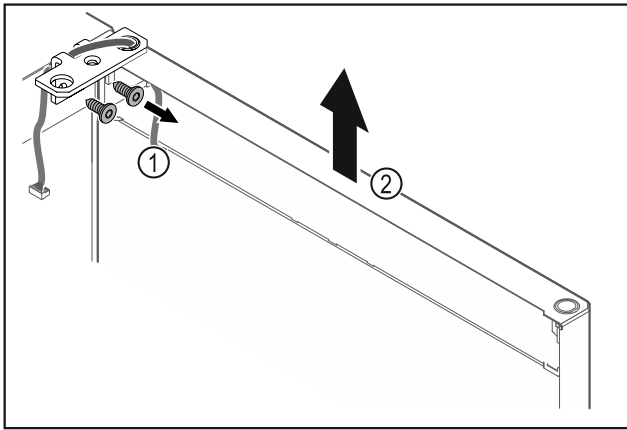

Fig. 26
- ▶ Atsukite šarnyrinį kamputį Fig. 26 (1).
- ▶ Duris, įsk. šarnyrinį kamputį Fig. 26 (2), pakelkite maždaug 200 mm tiesiai į viršų ir nuimkite.